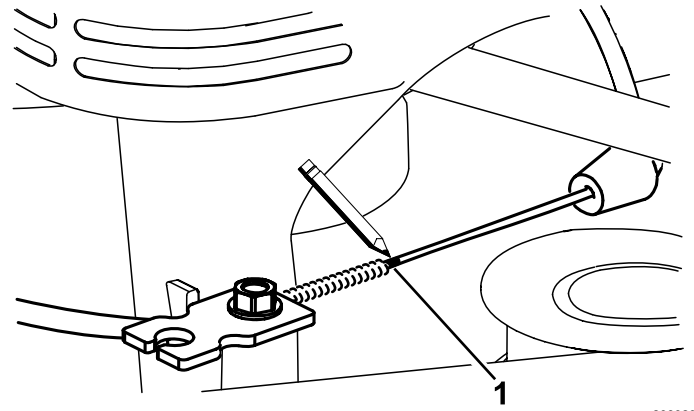
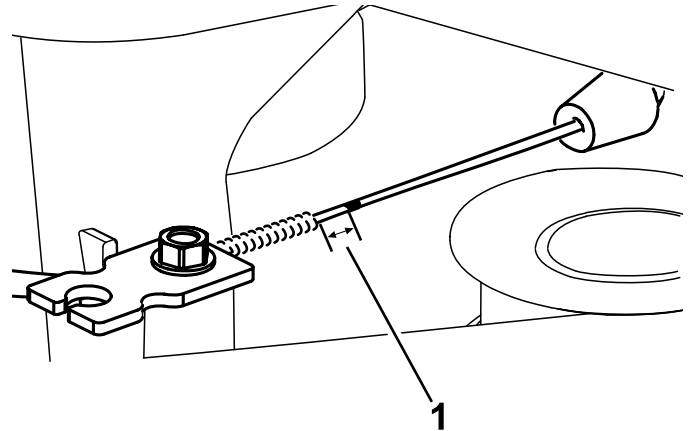

Figure 47
Figure 48
7. Faites une marque sur le câble de frein (Figure 47), puis réglez la gaine jusqu'à obtenir un mou d'environ 3 mm ( $\frac{1}{8}$  po) (Figure 48).